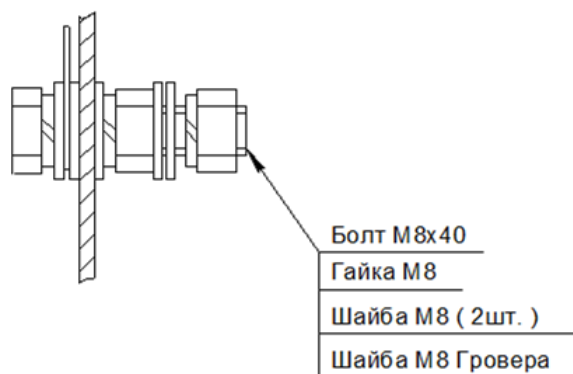

Рисунок 1
6.4 Произвести подвод и крепление заземляющего кабеля. Заземляющий кабель закрепляется на клемме для заземления при помощи комплекта крепежных деталей, закрепленного на клемме для заземления (см. рис. 1).